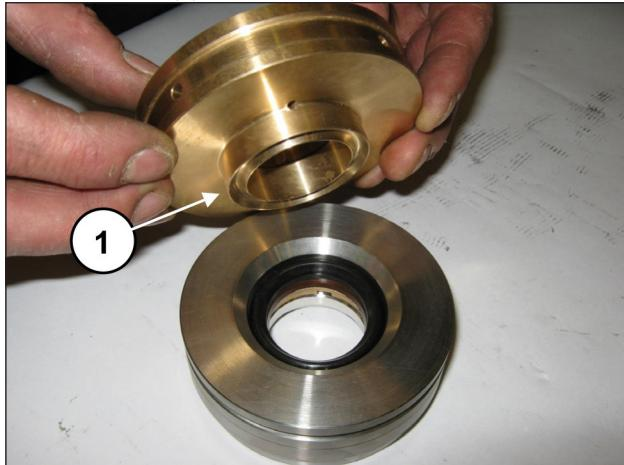

Рис. 181
Соедините опору уплотнений с рубашкой (поз. ①, Рис. 181).